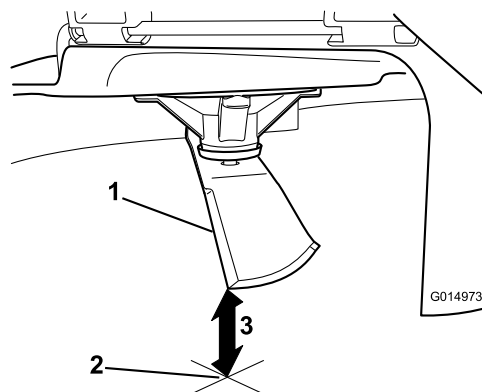

Figura 74
5. Misurate dalla punta della lama alla superficie piana (**Figura 74**).